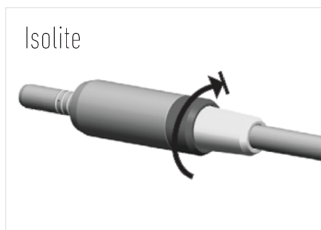

FIG. 4
3. Trzymając silnik, do końca przykręcić tuleję węża do tylnego przyłącza silnika (RYS. 4).